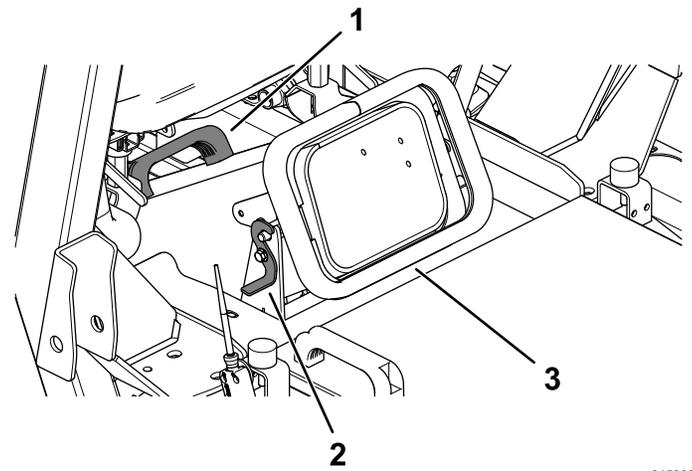

Figura 27
6. Desenganche el conducto de hierba (Figura 27).
7. Con el tirador en el conducto, retírelo y límpielo junto con la apertura de la carcasa de la segadora (Figura 27).
8. Instale el conducto y fíjelo con los cierres (Figura 27).